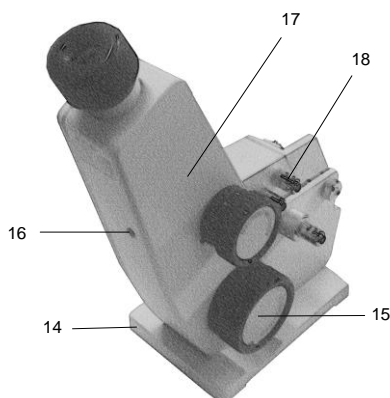

Fig.7
- Antes de medir, deve-se calibrar o instrumento com uma amostra padrão de superfície polida ou o prisma dever ser umedecido com uma ou duas gotas de brometo de naftaleno, então a amostra padrão com superfície polida poderá ser colocada em cima. Observe se as faixas clara / escura no telescópio estão ou não entre as linhas, e se não estiverem, ajuste o parafuso como mostra a fig. 7. Então, a imagem das faixas se moverá para o centro das linhas cruzadas. Reduza o erro inicial do valor indicado ao mínimo por repetitivas calibrações e observações. Após tal procedimento, não retire nenhuma peça durante os testes. Quando houver dúvidas sobre a determinação do índice de refração durante a rotina de trabalho, pode-se utilizar os métodos acima para correção.